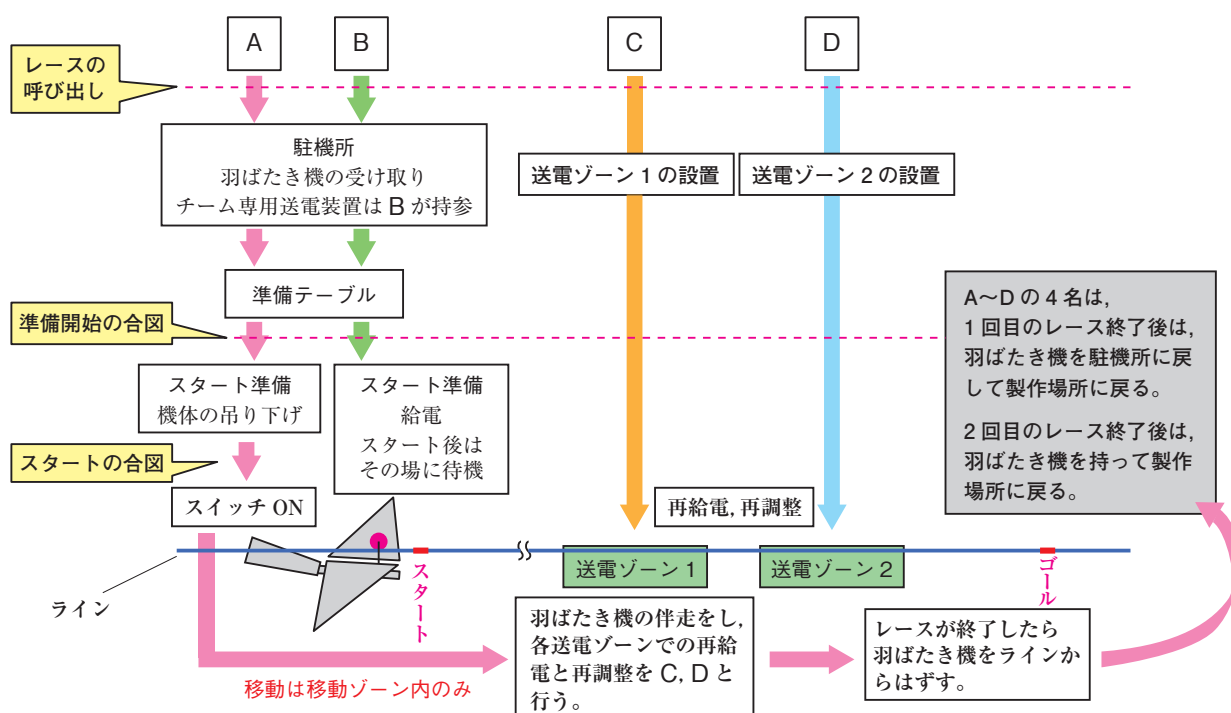

図3 競技中の選手の動き
- ②9 決勝コースの距離は 40 m とし、スタートの方法やレースの制限時間、送電ゾーンの設置数、再給電等については予選レースと同様とする。なお、スタート時の給電はスタート地点の床のコンセントを使用すること。
- ③0 決勝レースの前に製作の規定に則っているか再度確認検査を受ける。
- ③1 決勝レースのレーンは予選順位によって決め、レースは決勝コースで 1 回のみ行う。
- ③2 レース終了後、優勝チームにインタビューを行う。
6. 選手の動き（図3）